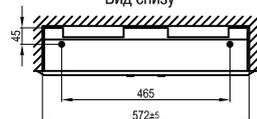

Рисунок 4 – Габаритные размеры щитового оборудования <https://axiomplus.com.ua>
Оперативная панель выполнена сборной, состоящей из торцевых (1) и линейных (2) модулей и крепежных клипс (3) (рисунок 4). На линейных модулях имеются окна для выхода модульной электроаппаратуры, в нижнее окно установлена заглушка (только для корпусов с двумя и более окнами).